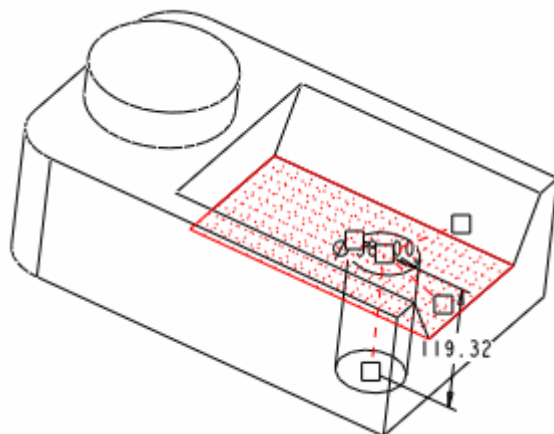

图 10-3
- (1) 单击菜单【插入】 【孔】选项，或单击绘图区右侧工具栏的按钮 。
- (2) 系统显示孔特征操控板。
- (3) 选择模型凹槽的底面作为孔的放置平面，如图 10-3 所示。